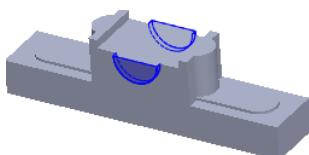
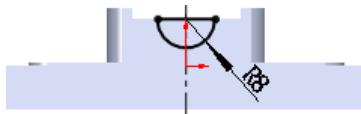

图 5.39.10 凸台-拉伸 4
图 5.39.11 横断面草图（五）
Step6. 创建图 5.39.10 所示的特征凸台-拉伸 4。横断面草图如图 5.39.11 所示。